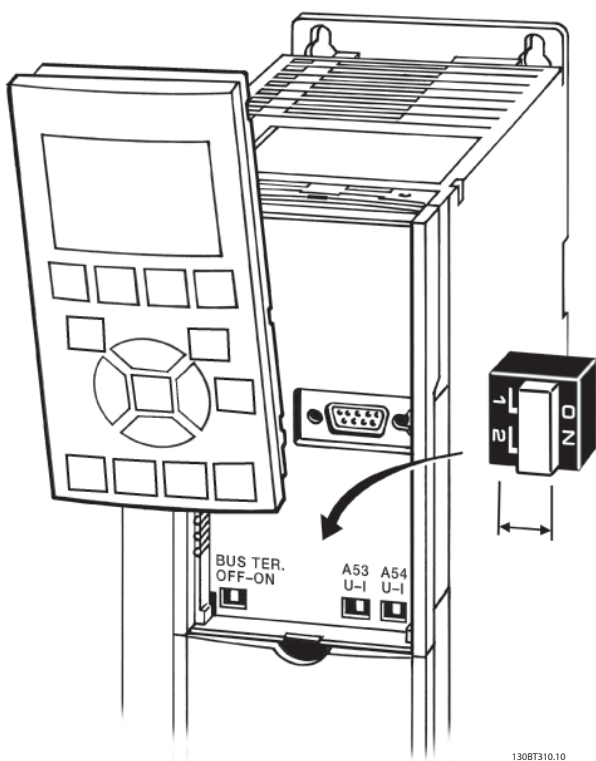

Ilustración 2.26 Ubicación de los conmutadores de los terminales 53 y 54
- Puede accederse a los conmutadores cuando se ha retirado el LCP (consulte la *Ilustración 2.26*).